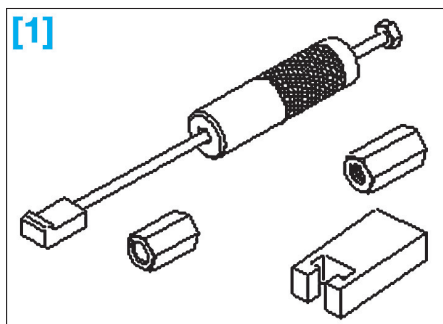

FIG. 79
- [1]. Extracteur ref.T10055 (Fig.79).